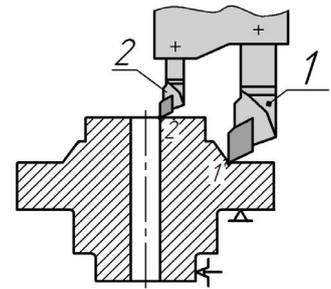

Рис. 2.7
- Выделите мышью изображение резца 1 (рис. 2.7).